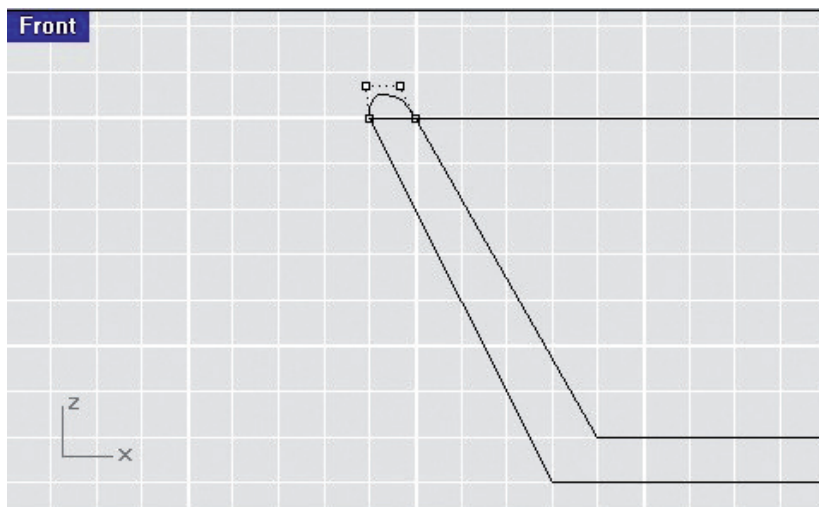

Рис. 62. Арка для соединения внутреннего и внешнего профилей
8. Добавляем последнюю замыкающую линию в форме арки (рис. 62).